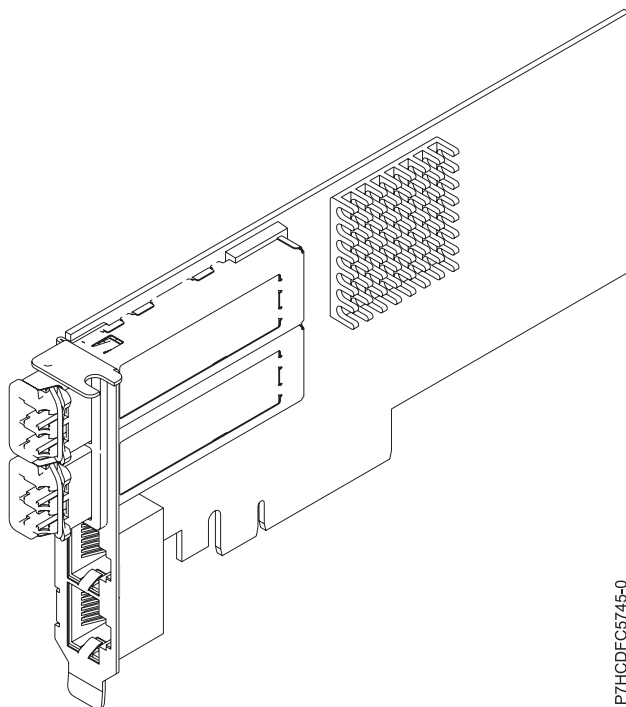

Figura 49. Adaptador FC EN0K
O adaptador de quatro portas fornece duas portas FCoE Copper Twin-axial de 10 Gb e duas portas Ethernet RJ45 de 1 Gb. As duas portas FCoE de 10 Gb são conectadas por conectores de tipo de pequeno (LC). Cada porta FCoE fornece a conectividade Ethernet com uma taxa de dados nominal de 10 Gbps (gigabits por segundo). Cada uma das portas de 1 Gb fornece a conectividade Ethernet em uma taxa de dados de 1 Gbps e está conectada com os cabos Ethernet. Uma taxa de dados de 10 Mb não é suportada. Figura 49 na página 157 mostra o adaptador FC EN0K.